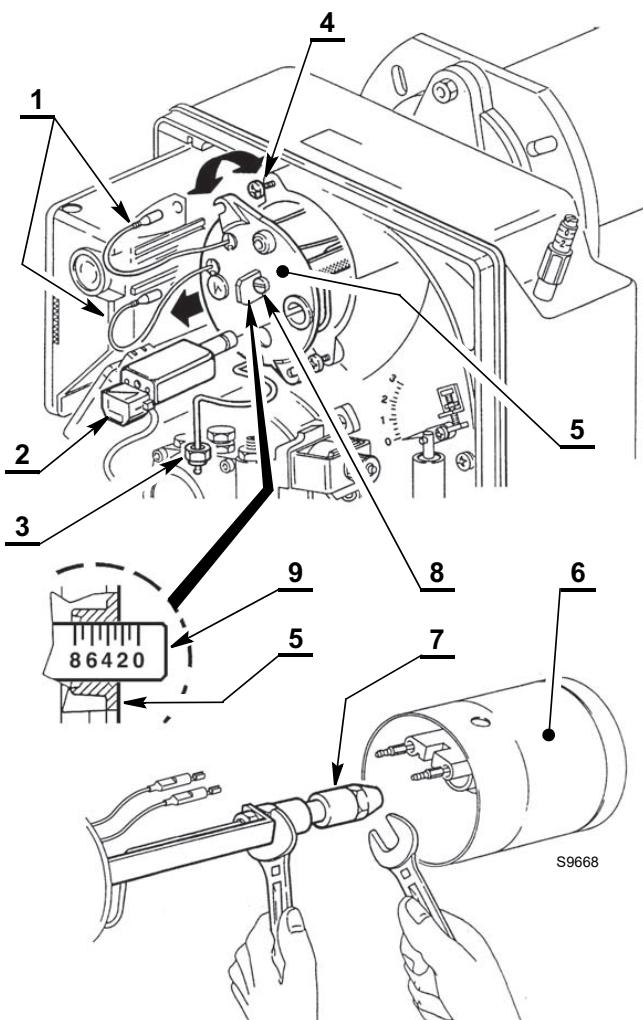

Fig. 16
Pour avoir accès au gicleur, il est nécessaire d'effectuer les opérations suivantes (Fig. 16) :
- débrancher les fils 1) de la boîte de contrôle, le capteur de flamme 2)(Fig. 16) et dévisser l'écrou 3) de la pompe.
- Remplacer le gicleur 7)(Fig. 16) en saisissant le porte-gicleur à l'aide d'une clé.